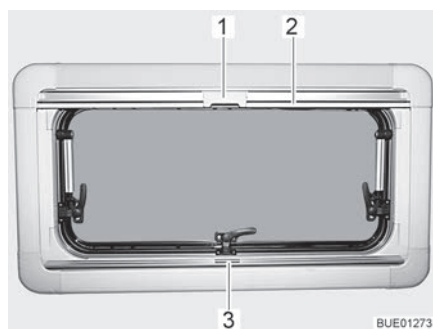
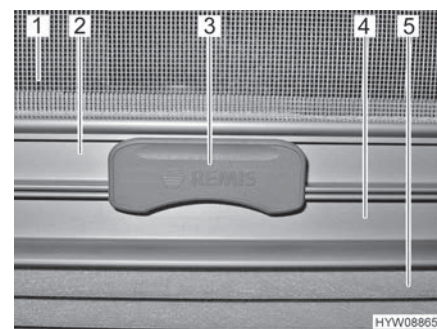

Fig. 22 Finestra apribile
Fig. 23 Aggancio
La tendina oscurante pieghevole (Fig. 23,5) è montata nella cassetta inferiore.
- Afferrare la tendina oscurante pieghevole per la parte centrale della barra di presa (Fig. 22,3 e Fig. 23,4), tirarla dal basso verso l'alto e rilasciarla nella posizione desiderata. La tendina oscurante pieghevole rimane in questa posizione.
La zanzariera a rullo (Fig. 23,1) è montata nella cassetta superiore.
- Tirare la zanzariera a rullo accompagnandola con la barra di presa (Fig. 22,2 e Fig. 23,2) verso il basso, fino a quando la barra di presa non arriva a contatto con la tendina oscurante pieghevole (Fig. 23,4).
- Bloccare l'aggancio (Fig. 22,1 e Fig. 23,3) della zanzariera a rullo nella barra di presa della tendina oscurante pieghevole. Se l'aggancio risulta bloccato, la tendina oscurante pieghevole e la zanzariera a rullo possono essere spostate insieme.
- Premere in alto l'aggancio (Fig. 23,3) sulla zanzariera a rullo.
- Ricondurre lentamente la zanzariera a rullo accompagnandola con la barra di presa (Fig. 22,2).